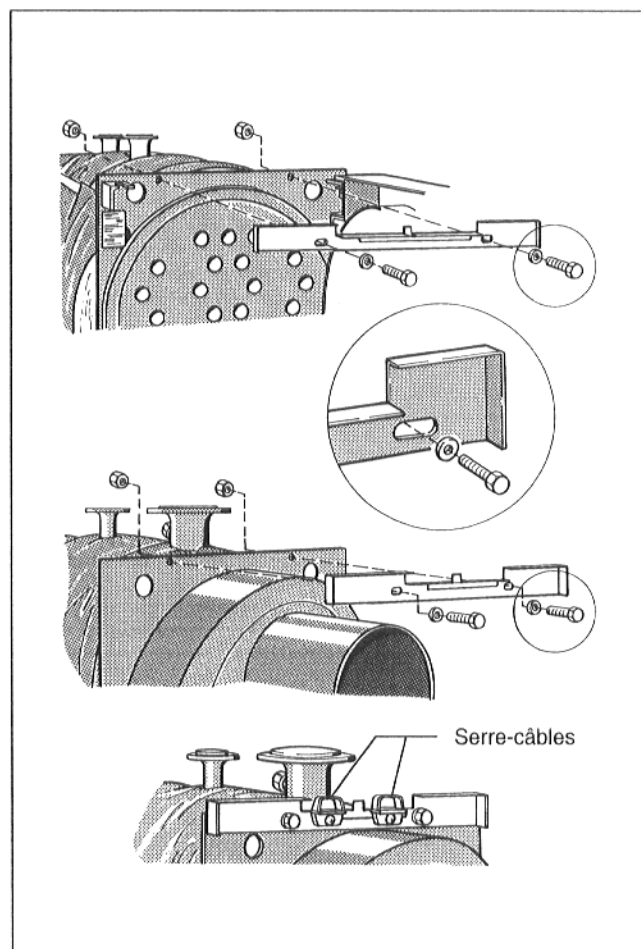

Fig. 8
- Visser les traverses supérieures sur la paroi avant et arrière de la chaudière avec 2 vis à six pans creux, rondelles et écrous par traverse (Fig. 8).
- Fixer le serre-câbles sur la traverse arrière à l'aide d'une vis Parker (Fig. 8).